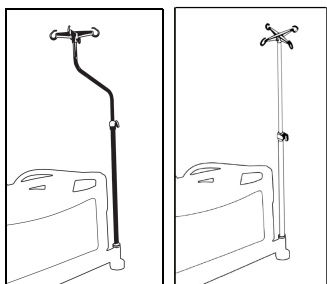

Figure 22 – Installation du support de perfusion
1. Insérer le support de perfusion dans l'une des quatre gaines pour accessoires (Figure 22).